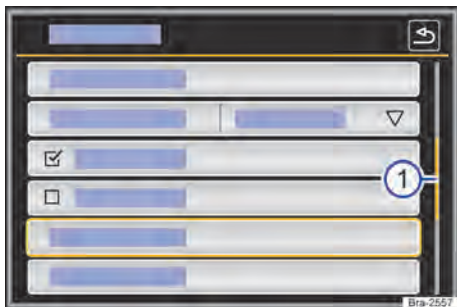

Fig. 102 Representação esquemática: entradas da lista no menu de configurações.
As entradas de lista podem ser acessadas pelo toque direto no display ou por meio do botão de regulação → Fig. 102 ④.
Se em uma exibição de lista houver mais registros selecionáveis do que podem ser visualizados, são mostradas superfícies de função para a rolagem ou uma barra de rolagem à direita na imagem → Fig. 102 ①.